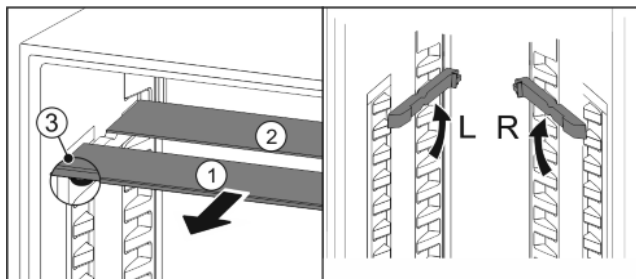

Fig. 17
- ▶ Glasplatten einzeln nach vorne herausziehen Fig. 17 (1).
- ▷ Glasplatte Fig. 17 (1) mit Zierleiste liegt vorne.
- ▷ Stopps Fig. 17 (3) zeigen nach unten.